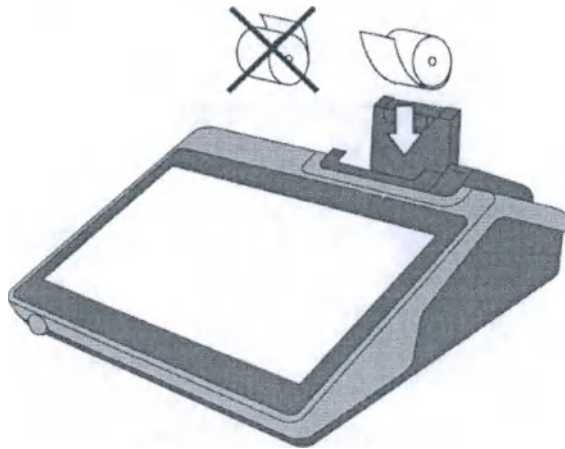

Рис. 55. Установка рулона термобумаги в ложемент принтера
2. Поместите рулон бумаги в ложемент принтера так, как показано на рис. 55. Избегайте неверного положения рулона. Край рулона вытяните, чтобы при закрытии крышки он оказался снаружи принтера.